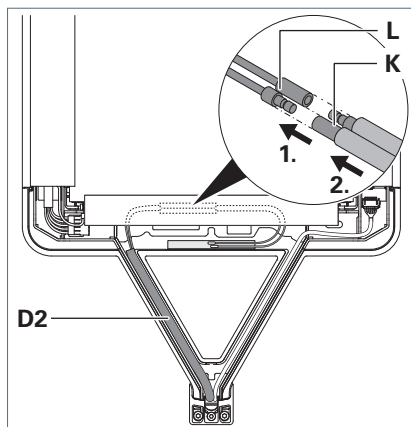

Fig. 6: Brancher l'antenne.
- Posez le câble d'alimentation **D2** du bras vertical dans le bras de support de la tête du luminaire, voir Fig. 6.